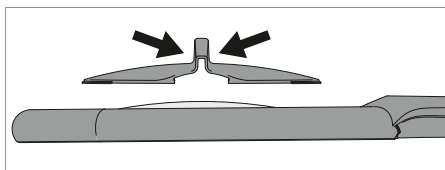

Abb. 2: Lupenabdeckung montieren.
- ▶ Drücken Sie die Lupenabdeckung am oberen Teil zusammen, siehe Abb. 2.